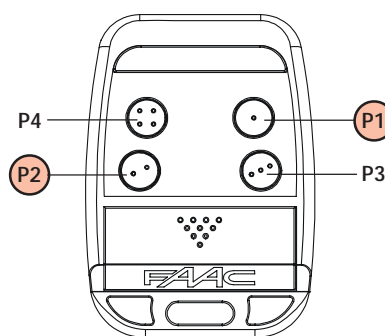

Fig. 2
- 1) Houd de knoppen P1 en P2 van de afstandsbediening steeds ingedrukt (Fig. 2).